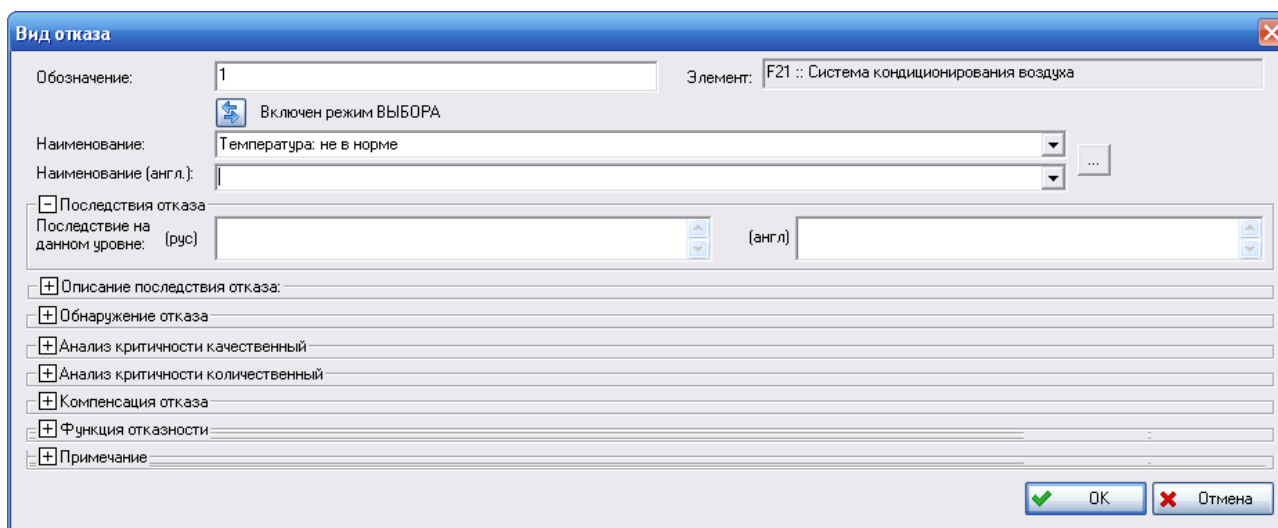

Рис. 2-13
- Заполните остальные параметры вида отказа. Для разворачивания необходимой области нажмите на  (рис. 2-13).